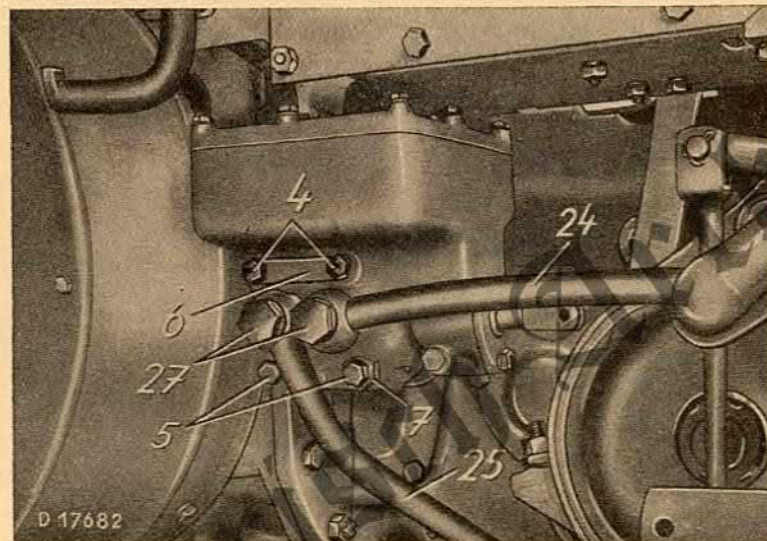
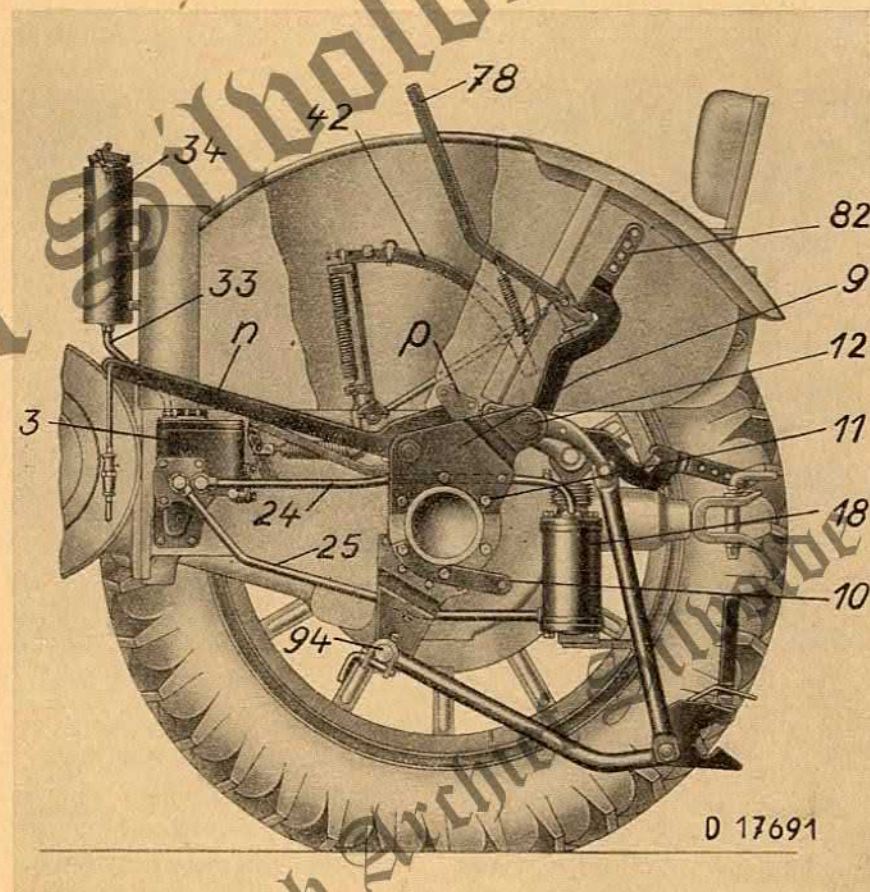
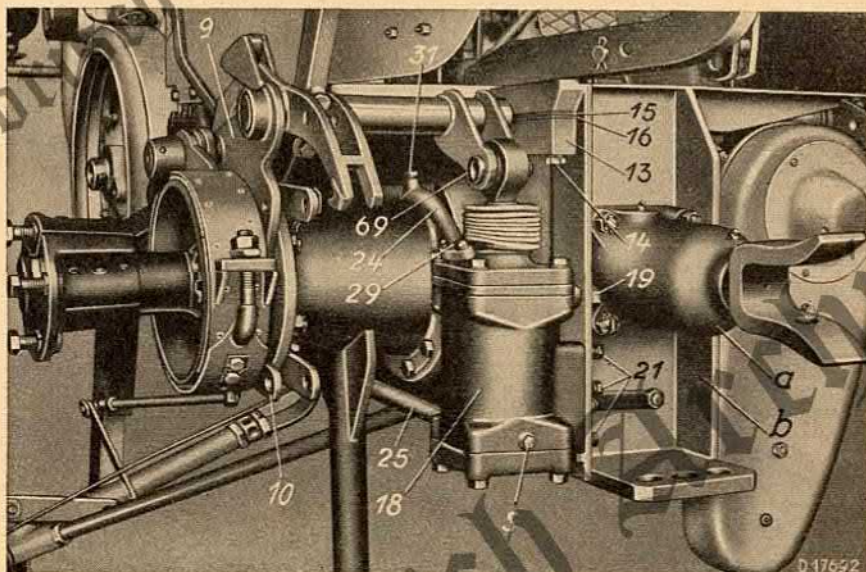

Bild 4
Bild 8
Bild 9
8. Zahnradpumpe durch Schrauben 4 und 5 (Bild 4) mit Sicherungsblechen 6 und 7 am Getriebegehäuse festschrauben. Schrauben **nicht übermäßig fest anziehen**, um Gehäuseverspannung und schlechten Lauf der Zahnräder zu vermeiden.
der in Achstrichter hineinschieben und unter Mitverwendung einer neuen Schraube 11 festschrauben (wie in Bild 8 und 9 für linke Maschinenseite ersichtlich).
welle, sowie Anhängerbügel 10 (Bild 9) zwischen Hinterachslager und Bremsscheibe einsetzen und auf Hebelwelle stecken, linke Hinterachse in Achstrichter ganz hineinschieben und ebenfalls unter Mitverwendung einer neuen Schraube 11 festschrauben (Bild 8).
1. Stütze b (Bild 9) mit gefederter Anhängervorrichtung a, sowie Polstersitz wieder anschrauben.
4. Zwei Rohrleitungen 24 und 25 mit je zwei Dichtringen 26 und je einer Hohlschraube 27 am Ölvorratsbehälter der Zahnradpumpe befestigen (Bild 4) und durch je zwei Kopfschrauben 29 mit Federringen 30 am Hubzylinder lose anschrauben (Bild 9). Je einen Dichtring 28 unter Rohrflansche einlegen. Um eine gute Abdichtung zu erreichen, müssen die Rohrleitungen so gerichtet werden, daß die Anschlüsse an Zahnradpumpe und Hubzylinder spannungsfrei passen. Die Befestigungsschrauben am Hubzylinder müssen sich ohne Zwang tief genug einschrauben lassen. Wenn nötig, Gewinde nachschneiden und Rohre an einer Stelle mit der Heizlampe rotwarm erhitzen, dann Flanschschrauben 29 fest anziehen.
5. Verschlussschraube 31 mit Dichtring 32 auf der oberen Ölleitung 24 einschrauben (Bild 9).
3. Kompletten Ölzusatzbehälter durch drei Kopfschrauben 35 mit Federringen 36 am Seitenblech befestigen (Bild 8 u. 10). Ölleitungsanschlüsse dichtziehen.
13. Druckkolben des Hubzylinders durch Bolzen 69 (Bild 9) mit Büchse 70, Scheibe 71 und Splint 72 mit Hebelwelle verbinden. Schmiernippel 73 einschrauben.